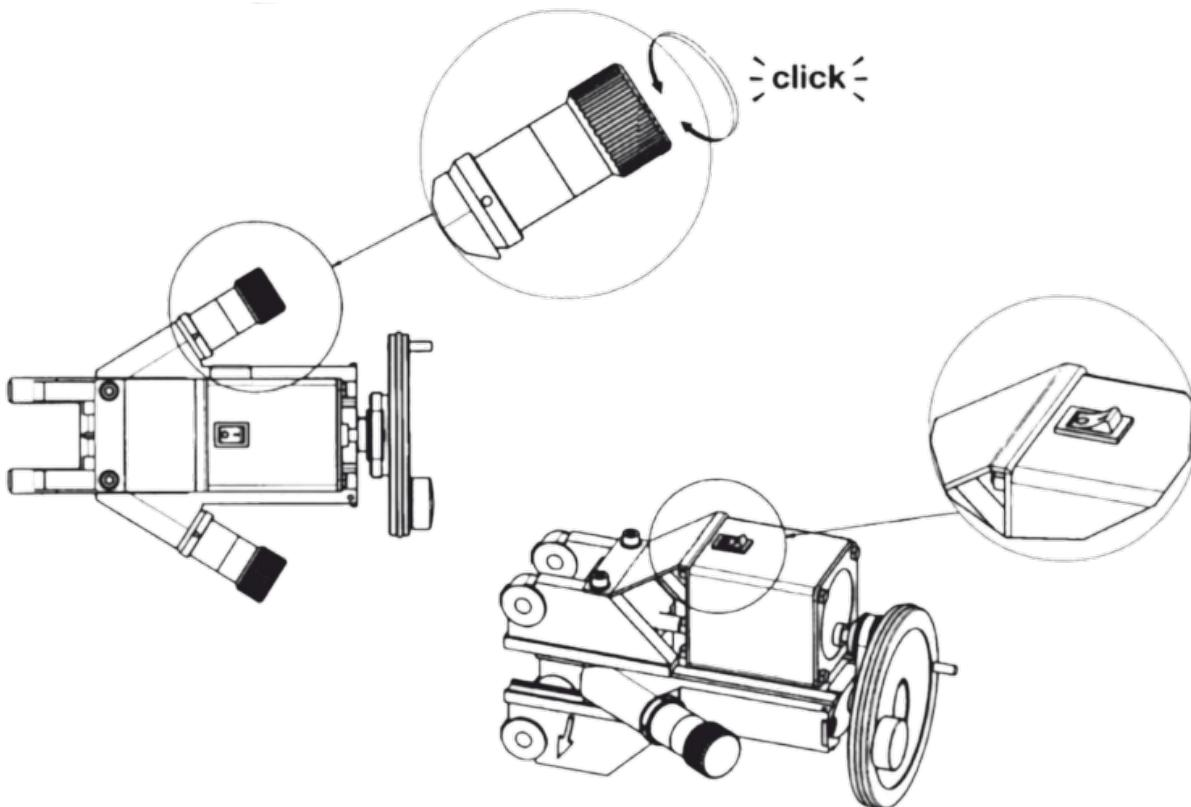

Рисунок 27
7.8.12 Один щелчок равен 0,05 мм. (рис. 27)